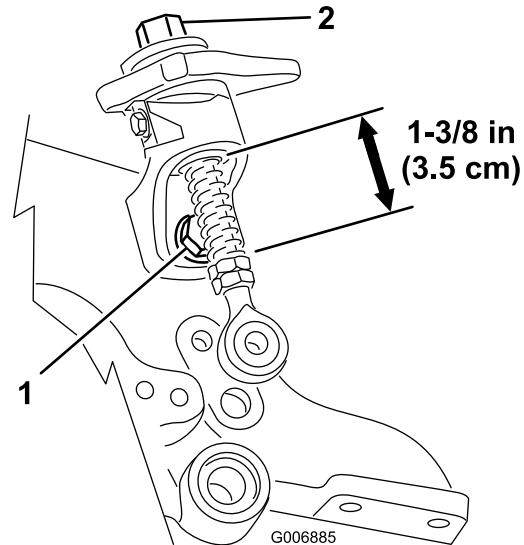

Рисунок 47
- Ослабьте крепежный болт быстрого подъема и убедитесь в том, что резьбовой шток находится на одной линии и не заедает в нижней рампе быстрого подъема (Рисунок 47). Заново затяните болты.
- Проверьте длину пружин быстрого подъема на резьбовых штоках, эта длина должна составлять 3,5 см (Рисунок 47).
- Если вращение ручки регулировки высоты затруднено, это может быть вызвано загрязнением втулок (Рисунок 47). При необходимости произведите очистку втулок.